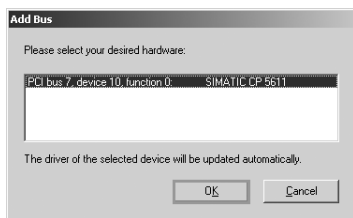

图 12-113 选择 PROFIBUS 接口
- 2) 选择 PROFIBUS 接口。例如 CP5611, 如图 12-113 所示, 单击 “OK” 按钮。Amprolyzer 仅能够支持 CP5511、CP5512 和 CP5611 卡, 且必须电脑中已经安装这些硬件中的一种。